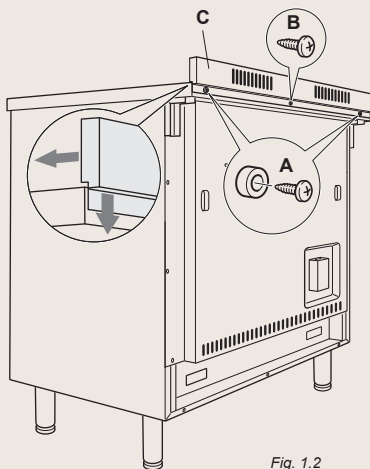

Fig. 1.2
Avant d'installer la cuisinière, assembler la protection arrière "C" (fig. 1.2).
- * Enlever les entretoises "A" (fig. 1.2) en dévissant la vis de fixation.